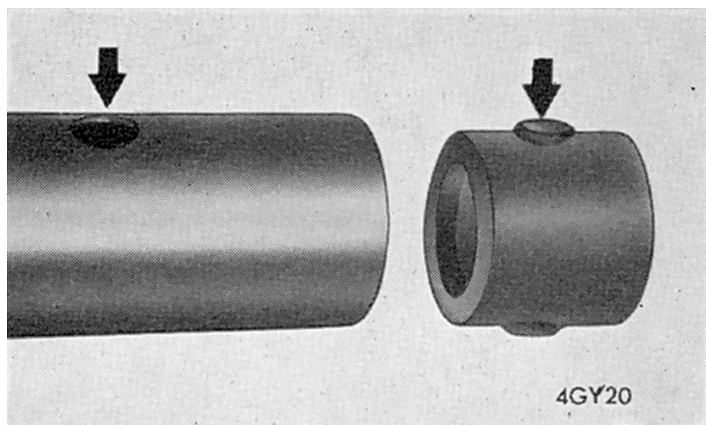

Fig. 26. Saillies sur une bague caoutchouc avec le trou correspondant dans la colonne de direction
5. Enlever les trois écrous (4) et les rondelles (6) qui fixent la cuvette supérieure du ressort (7) au faux-châssis (voir Fig. 26).
6. Enlever la cuvette (40) et appuyer sur les saillies des bagues en caoutchouc (43) et (55) comme indiqué Fig. 26. A l'aide d'une tige, éjecter les coussinets de la partie extérieure de la colonne (44). Extraire des bagues en caoutchouc les bagues en acier (42) et les coussinets en nylon (41).